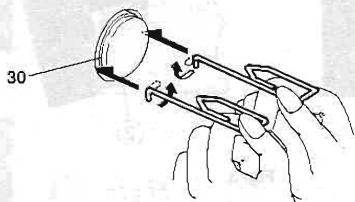
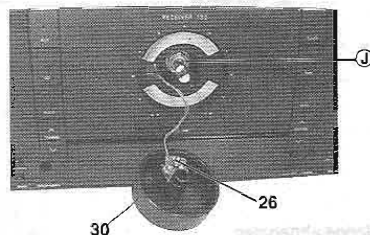

Fig. 6
Fig. 7
- Reglerknopf 30 mit Hilfe von zwei aus Büroklammern gebogenen Haken abziehen (Fig. 6). Achten Sie dabei auf die Zuleitungen zur LED-Platte 26 im Reglerknopf 30 (Fig. 7).
- Befestigungsmutter (J) des Lautstärkereglers entfernen.
- Remove the control knob 30 by means of two hooks made out of metallic paper clips (Fig. 6). Take care of the leads to the LED board 26 in the control knob 30 (Fig. 7).
- Remove the nut (J) of the potentiometer.